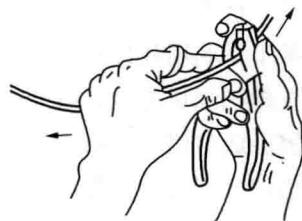

图 1-3 用钢丝钳剖削塑料硬绝缘层
(1) 使用钳子时用右手操作。将钳口朝内侧，便于控制钳切部位，将小指伸在两钳柄中间抵住钳柄，张开钳头，这样可以灵活分开钳柄。
(2) 用钢丝钳剖削  $4\text{mm}^2$  及以下硬线塑料线绝缘层时，剖削方法如下：用左手捏住导线，在需剖削线头处，用钢丝钳刀口轻轻切破绝缘层，但不可切伤线芯。用左手拉紧导线，右手握住钢丝钳头部用力向外勒去塑料层，如图 1-3 所示。